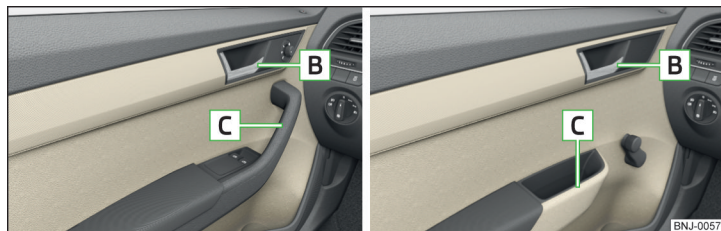

Рис. 34 Ручка відкриття дверей – варіант 1 / варіант 2
- » Щоб **відкрити зсередини**, потягніть за важіль відкриття дверей **В** » Рис. 34 і штовхніть двері від себе.